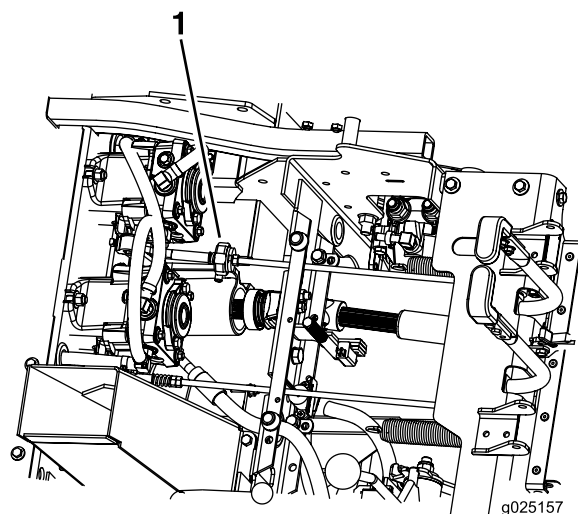

Figura 44
6. Asegúrese de que la máquina no se desplace en punto muerto con el freno de estacionamiento quitado (Figura 44).